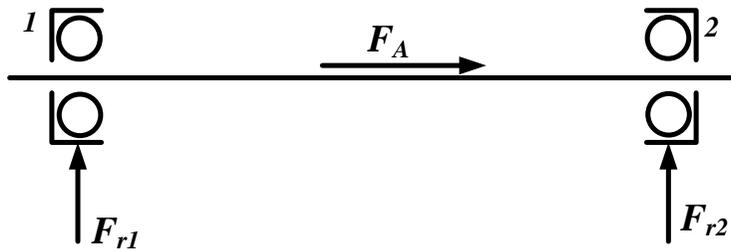

图 8
6. (15分)如图 8 所示,一工程机械传动装置中的轴采用一对 7208AC (注: AC 表示  $\alpha = 25^\circ$ ) 型角接触球轴承支承。已知轴承径向载荷  $F_{r1} = 1000N$ ,